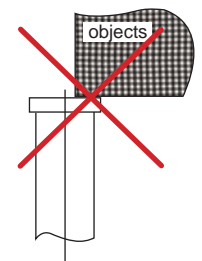

Fig. 2
- Verstel de veiligheidsklep (18) nooit, deze is in de fabriek ingesteld om overbelasting te voorkomen.
- Til nooit op de rand van de vijzeltop (fig. 2). De last moet altijd gecentreerd zijn in het midden van de vijzel.